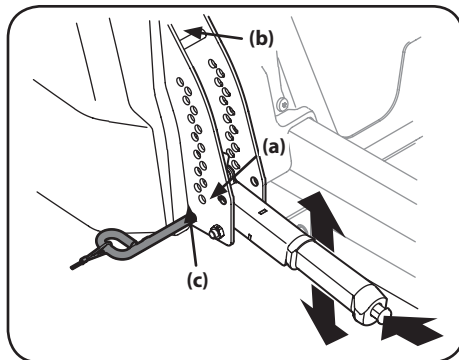

Figure 4-14
- a. Placez le levier de relevage du plateau de coupe à la position de démontage et d'installation (a) pour relever le plateau de coupe. Voir Figure 4-14.
- d. Abaissez le plateau de coupe à la position de démontage / d'installation du plateau de coupe (a) à l'aide du levier de relevage. Voir Figure 4-14.
- e. Abaissez le plateau de coupe à la position de démontage / d'installation du plateau de coupe (a) à l'aide du levier de relevage. Voir Figure 4-14.
- Placez le levier de relevage du plateau de coupe à la plus haute position de coupe (b). Voir Figure 4-14.